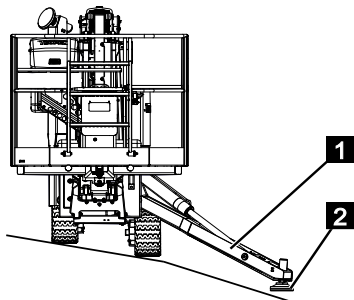

Fig. 74
2. Pour sécuriser, mettre les appuis (Fig.74/1) en aval en variante d'appui large ou étroite Régler et commander les appuis pour la sécurisation et les abaisser.
3. Veiller à ce que les disques d'appui (Fig.74/2) ne touchent pas le sol si possible.
- Respecter la différence de hauteur maximale des bords à franchir (hauteur maxi. des bords $X = 100$ mm (Fig.74/X).